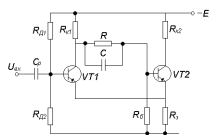

Рис. 1.24
24. Показать путь протекания тока в схеме триггера Шмитта (рис.1.24) при подаче на вход сигнала положительной полярности. Начертить временную диаграмму $U_{к2}(t)$.